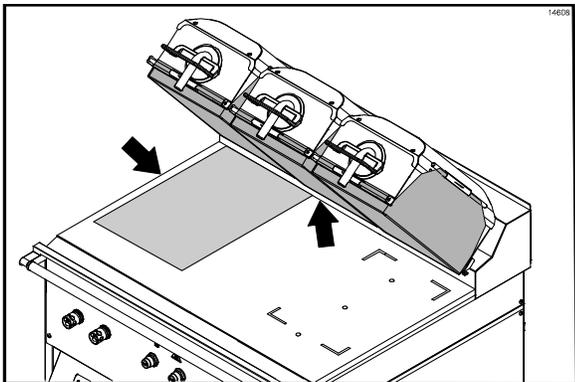

Figura 17
8. Con el lado angosto de la hoja antiadherente inferior hacia la parte trasera de la parrilla, sostenga la hoja antiadherente aproximadamente a 1 pulgada (2,5 cm) del extremo de cada lado. Alinee el borde trasero de la hoja antiadherente con el escudo trasero contra salpicaduras y con el borde lateral de la parrilla. (Vea la figura 17.)